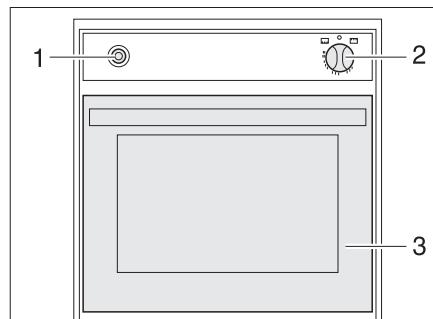

Fig. 343 Horno de gas (Spinflo)
- Abrir completamente la puerta del horno (Fig. 343,3).
- Presionar ligeramente el regulador giratorio (Fig. 343,2) y ponerlo en "Horno" (horno) o "GRILL" (grill).
- Presionar el regulador giratorio (Fig. 343,2) y mantenerlo presionado por 5 a 10 segundos. El gas fluye al quemador.
- Presionar el interruptor de encendido (Fig. 343,1) tantas veces como sean necesarias para que arda la llama.
- Girar el regulador giratorio (Fig. 343,2) a "O". La llama se apaga.